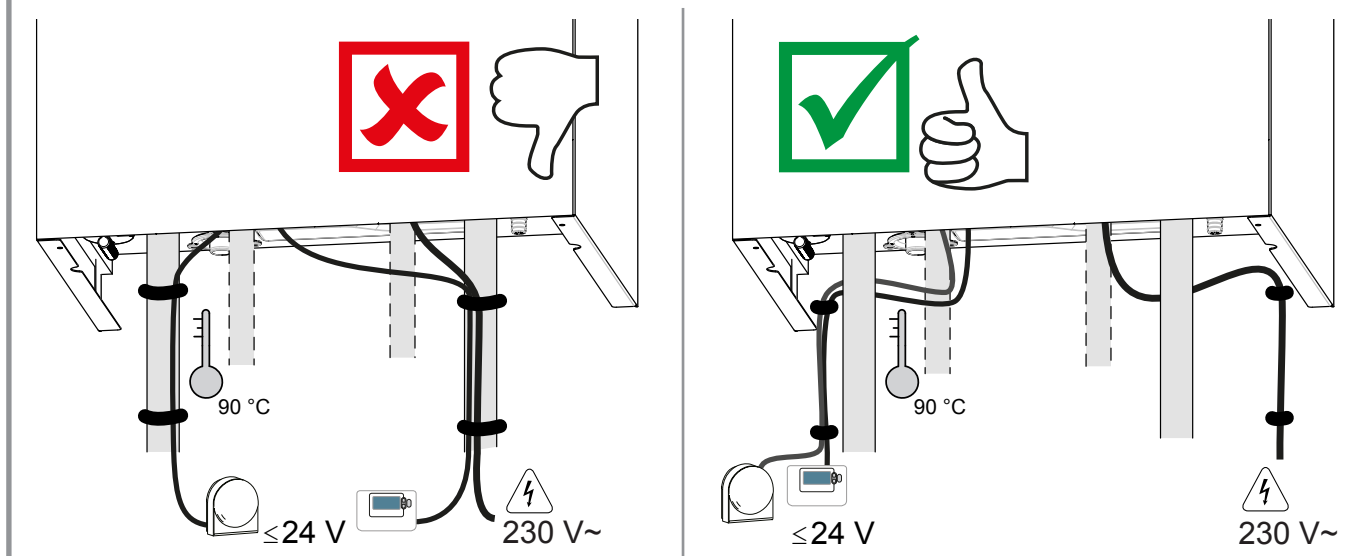
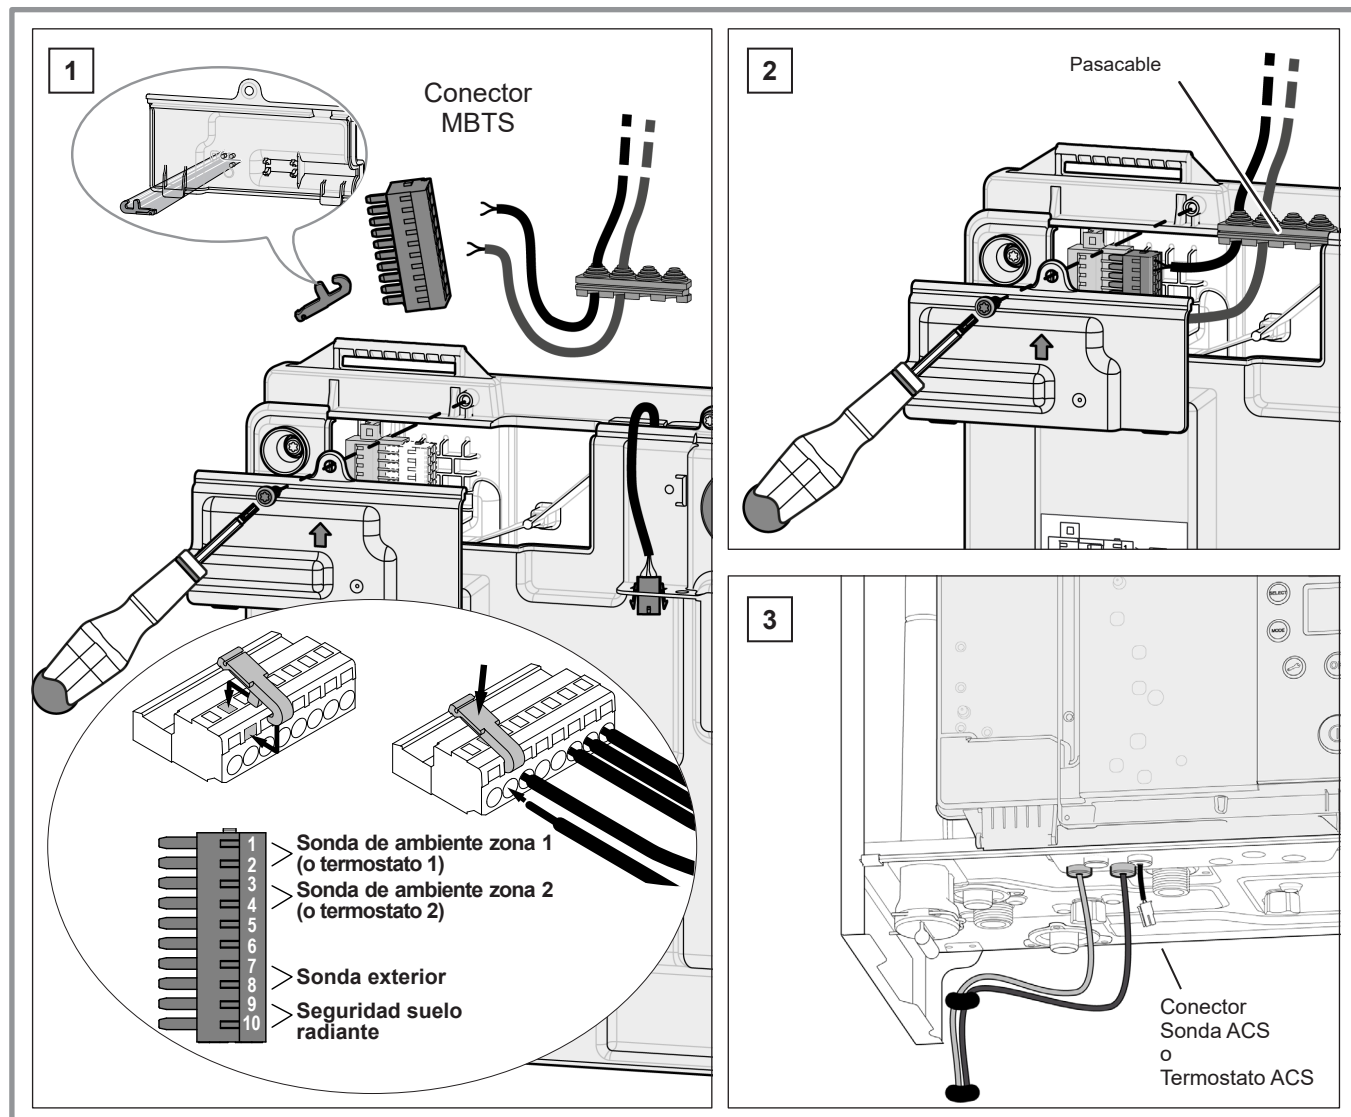

figura 19 - Camino de los cables
figura 23 - Acceso borne MBTS
- Efectúe las conexiones siguiendo los esquemas (figura 19 y figura 23, página 27).